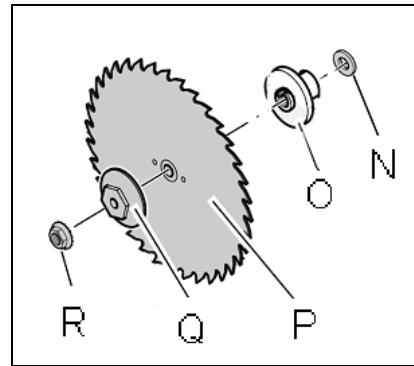

Fig 16
Entfernen Sie die Mutter (R, Fig 16) und den Spannflansch (Q).